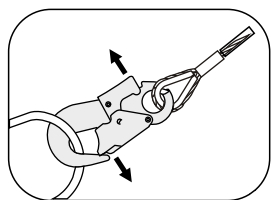

рис. 5
- Присоедините строп к D-образному кольцу на привязи за карабин-крюк малый (рис. 5).